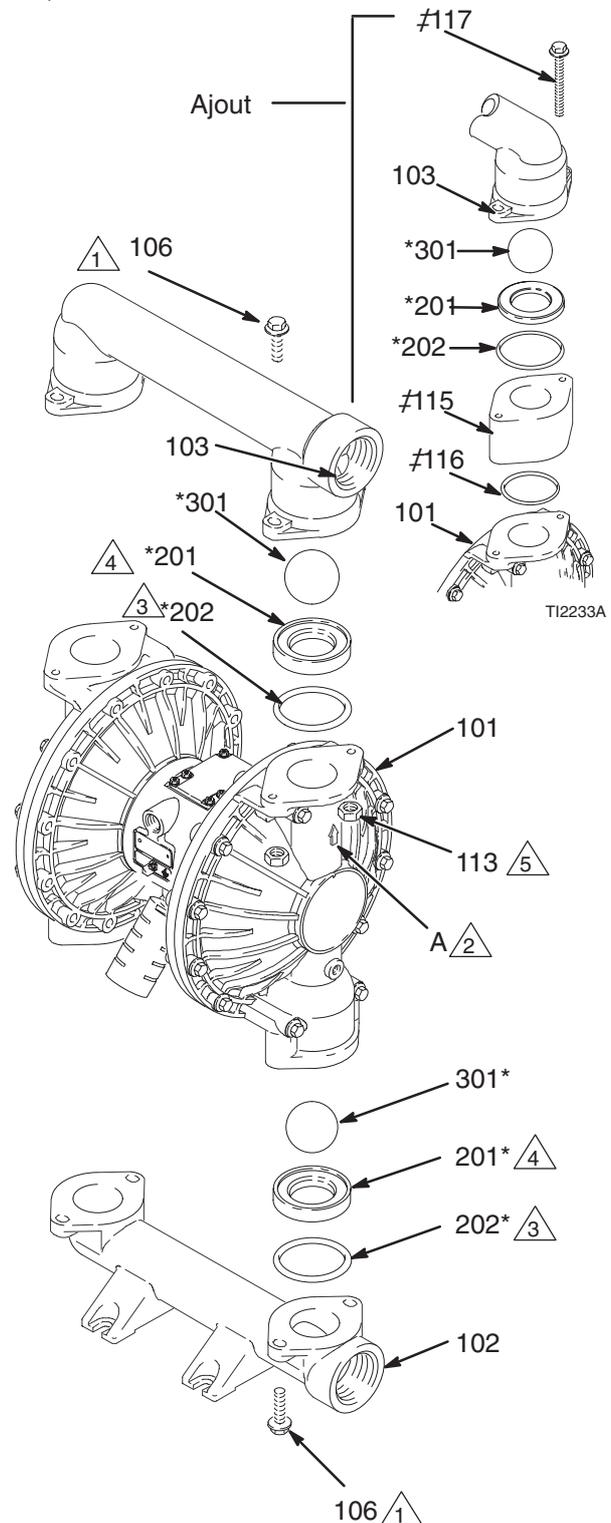

Fig. 10
3. À l'aide d'une clé à douille de 10 mm, retirer les quatre boulons (106) maintenant le collecteur de sortie (103) aux capots du circuit produit (101). Voir Fig. 10.
4. Retirer les sièges (201), les billes (301), et les joints toriques (202) du collecteur.
2. Remonter en procédant dans l'ordre inverse, en suivant les remarques de la Fig. 10. S'assurer que les billes sont remontées **exactement** comme indiqué. Les flèches (A) sur les carters produit (101) **doivent** être tournées vers le collecteur de sortie (103).